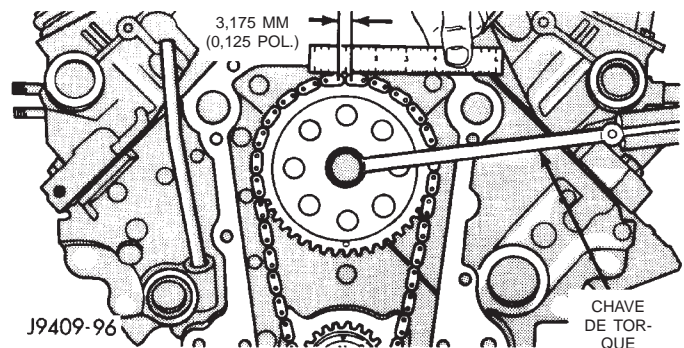

Fig. 5 Medição do Estiramento e Uso da Corrente de Distribuição
(1) Coloque uma escala próxima à corrente de distribuição de modo que qualquer movimento da corrente possa ser medido.
(2) Coloque uma chave de torque e soquete sobre o parafuso de fixação da roda dentada do eixo de comando das válvulas. Aplique um torque na direção da rotação do eixo de manivelas para compensar a folga; aperte com torque de 41 N·m (30 pés-lb.) com o cabeçote de cilindros instalado ou aperte com torque de 20 N·m (15 pés-lb.) com o cabeçote de cilindros removido. Com um torque aplicado ao parafuso da roda dentada do eixo de manivelas, o eixo de manivelas não pode se mover. Pode ser necessário bloquear o eixo de manivelas para impedir a rotação.
(3) Prenda uma escala com leitura dimensional nivelada com a extremidade de uma ligação de corrente. Com os cabeçotes de cilindros instalados, aplique um torque de 14 N·m (30 pés-lb.) na direção inversa. Com os cabeçotes de cilindros removidos, aplique um torque de 20 N·m (15 pés-lb.) na direção inversa. Anote a quantidade de movimento da corrente (Fig. 5).